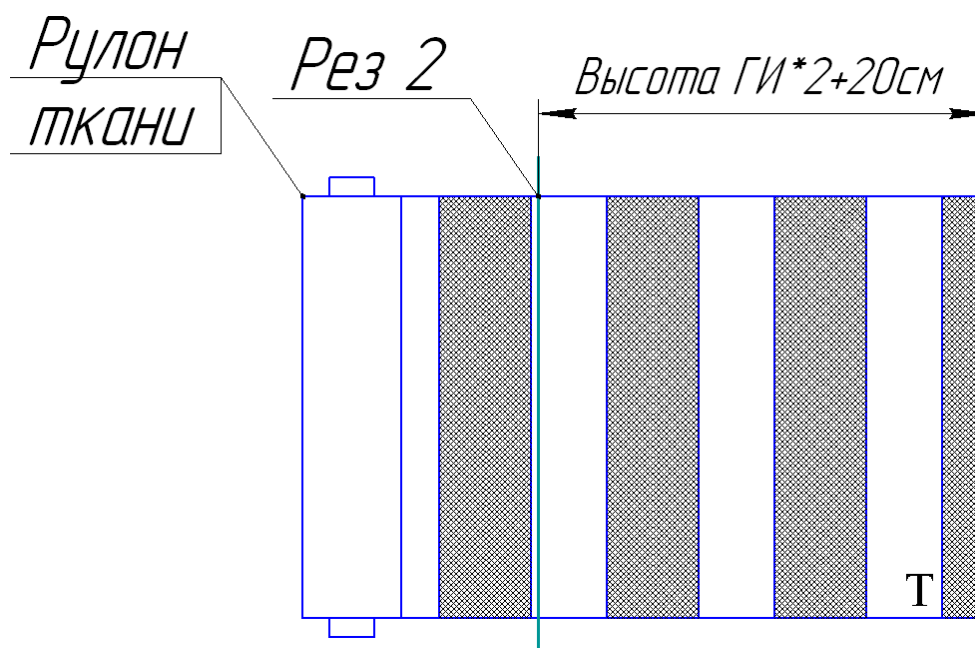

Рис. 3.2
3.2. Отмерить и отрезать необходимое кол-во ткани ( $[Высота\ ГИ] \times 2 + 0.2\text{м}$ ) (Рис. 3.2).